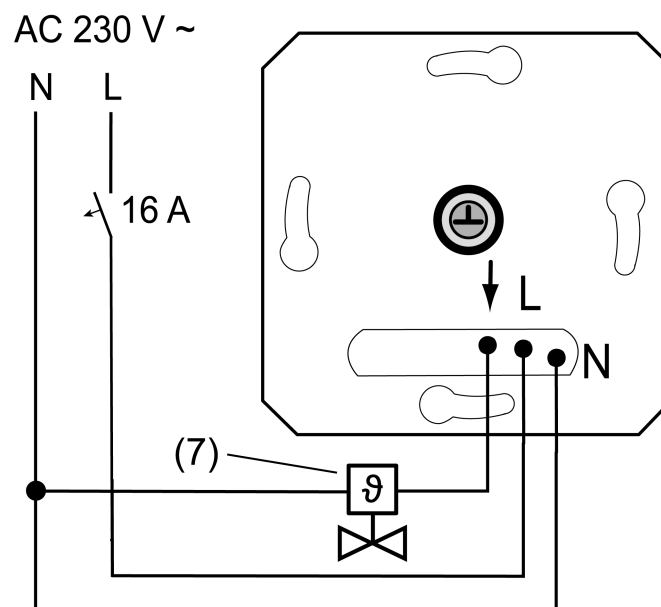
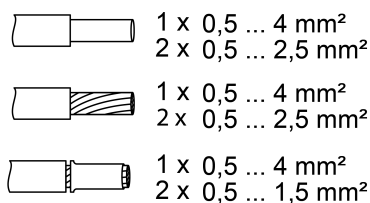

Bild 2: Anschlussbeispiel des Einsatzes
Bild 3: Klemmbare Leiterquerschnitt
- Elektrothermischen Stellantrieb (7) an Einsatz (1) gemäß Anschlussplan (Bild 2) anschließen. Leiterquerschnitte beachten (Bild 3).
- Abdeckrahmen (2), Zentralplatte (3) und Bedienknopf (4) aufstecken.